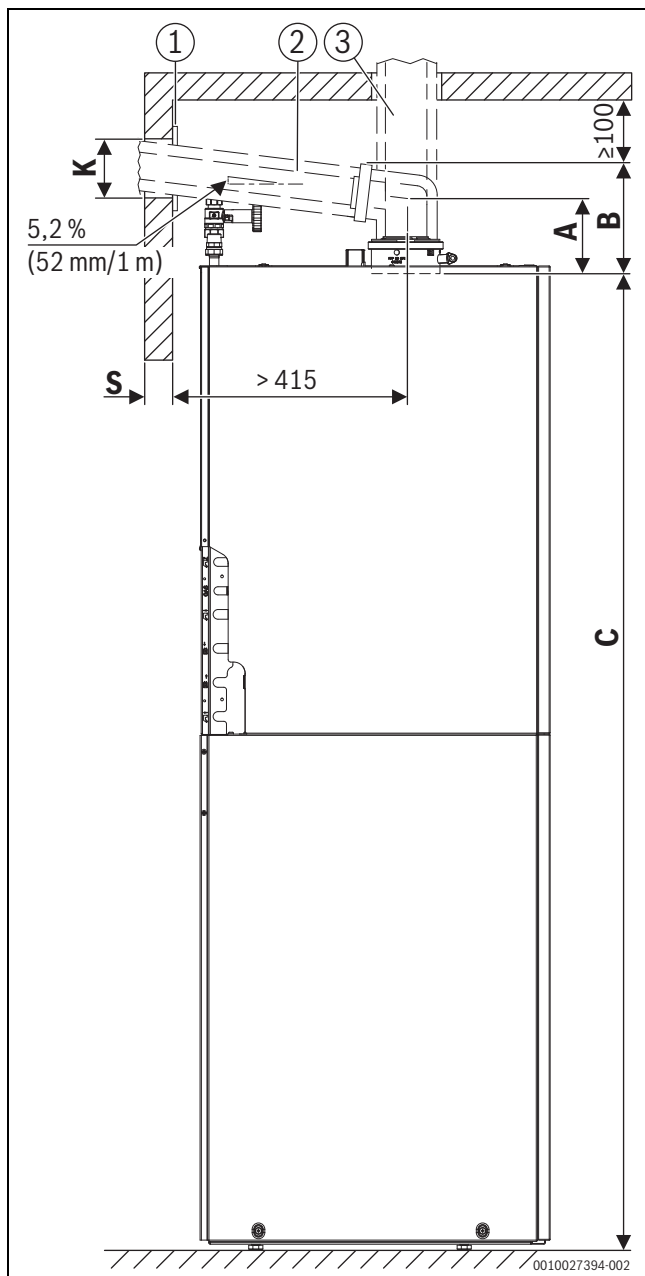

Bild 18 Ansicht von der linken Seite (Maße in mm)
- Falls erforderlich, Maß der Blende (→ Bild 18, [1]) addieren.